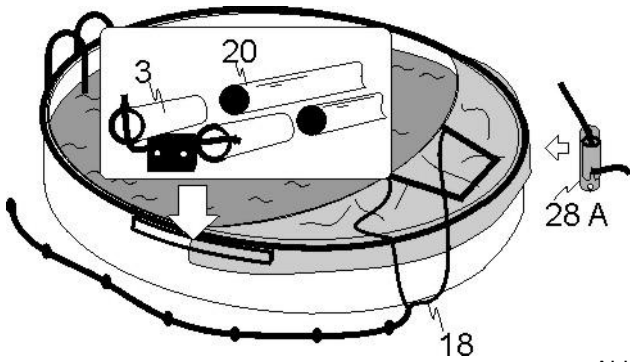

Abb. 7.1
## Aufziehen (Abb. 7.1 bis 7.4)
- Den Cabrio Dome an den Rand gegenüber der Einstiegsleiter legen und darauf achten, dass sich die Seite mit der Tür und dem Zugseil (18) oben befindet (Abb. 7.1).
- An beiden Seiten die Bögen (20) in die Einsteckhülsen (3) stecken. **Den untenliegenden Bogen in die rechte Einsteckhülse und den obenliegenden Bogen in die linke Einsteckhülse einstecken, sofern sich die Einstiegsleiter an der linken Seite befindet.** Sollte sich die Leiter auf der rechten Seite befinden, genau umgekehrt anwenden.